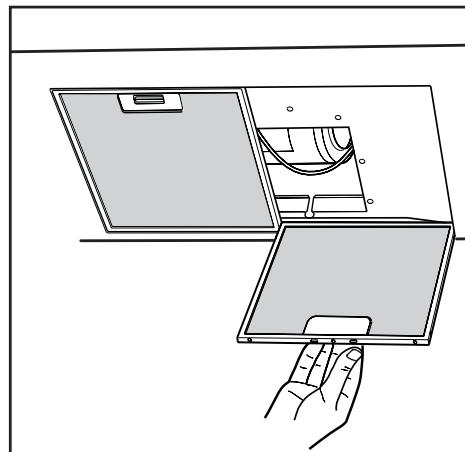

Fig.6
• La distanza minima fra la superficie di supporto dei recipienti di cottura sul dispositivo di cottura e la parte più bassa della cappa da cucina deve essere di almeno 65 cm (Fig.10). Se dovesse essere usato un tubo di connessione composto di due o più parti, la parte superiore deve essere all'esterno di quella inferiore. Non collegare lo scarico della cappa ad un condotto in cui circoli aria calda o utilizzato per evacuare fumi degli apparecchi alimentati da un'energia diversa da quella elettrica. Prima di procedere alle operazioni di montaggio, per una più facile manovrabilità dell'apparecchio disinserire i filtro/i antigrasso (Fig.6).